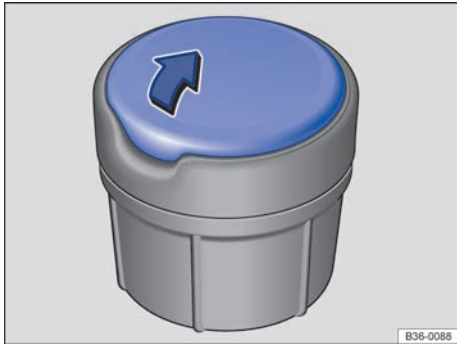

Fig. 122 Cenicero portátil.
**Apertura:** Levante la tapa del cenicero → fig. 122 → ⚠.